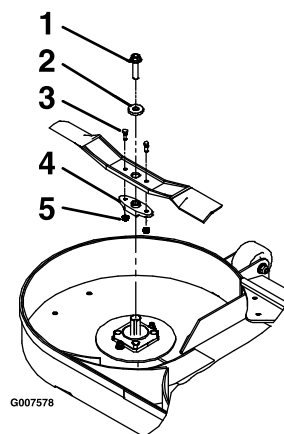

Figura 65
3. Retire la cuchilla, la arandela y el perno que sujetan la cuchilla y el impulsor de la cuchilla (Figura 65).
4. Retire el impulsor de la cuchilla de la cuchilla existente (Figura 65).
1. Instale el impulsor de la cuchilla en las cuchillas nuevas con los pernos de cizallamiento y las contratueras (Figura 65).
3. Instale la cuchilla, la arandela y el perno de la cuchilla en el eje (Figura 65).